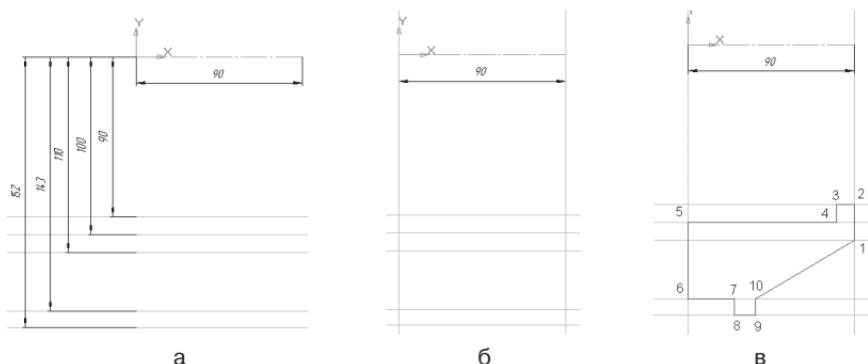

Рис. 209
- аналогичным образом постройте прямые линии на расстоянии 100 мм ($\varnothing = 200$), 110 мм ($\varnothing = 220$), 143 мм ($\varnothing = 286$) и 152 мм ($\varnothing = 304$) – рис. 209, а;
- постройте вертикальные прямые линии, ограничивающие осевую линию с обеих сторон, с помощью – **Вертикальной прямой**, расположенной на Панели расширенных команд, раскрывающейся из кнопки – **Параллельная прямая** (рис. 209, б);
- отключите ортогональное черчение и соедините точки 10 и 1 (рис. 209, в). **Контур эскиза должен быть замкнут**;